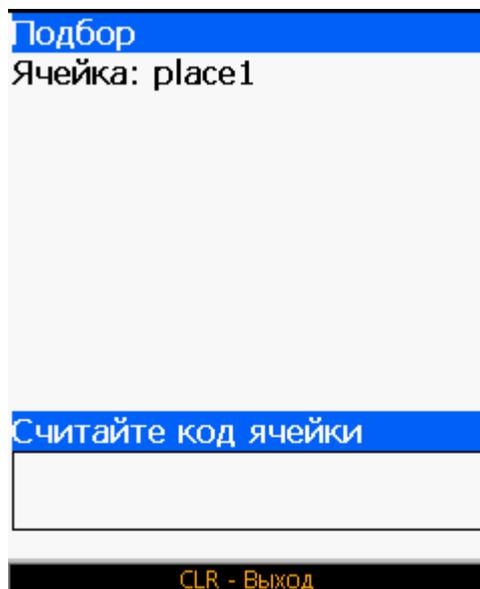
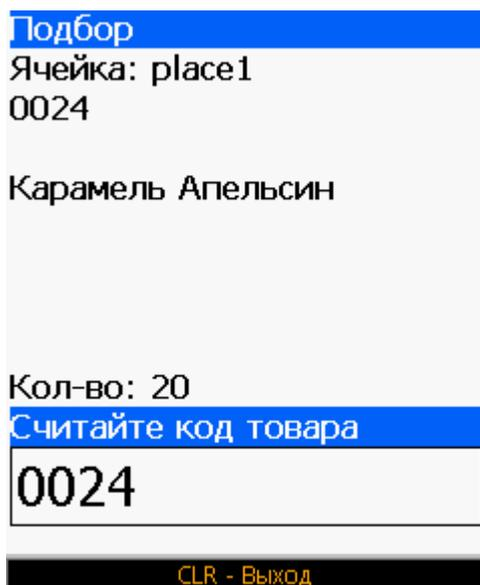

Рис.93 Ввод кода ячейки при подборе заказа
Рис.94 Ввод штрих-кода товара при подборе заказа
5) После считывания кода ячейки, необходимо считать или ввести вручную последовательно сначала штрих-код товара (рис. 93), а затем его количество (рис. 94).